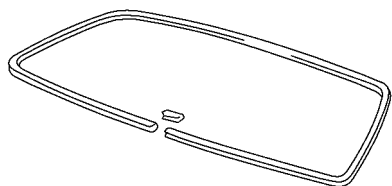

图 17-100 拆下开口装饰件嵌条
(9) 拆下 1 号车顶窗板加强板。
(10) 拆下开口装饰件嵌条。拆下结合罩，然后用手拉出嵌条并拆下，如图 17-100 所示。